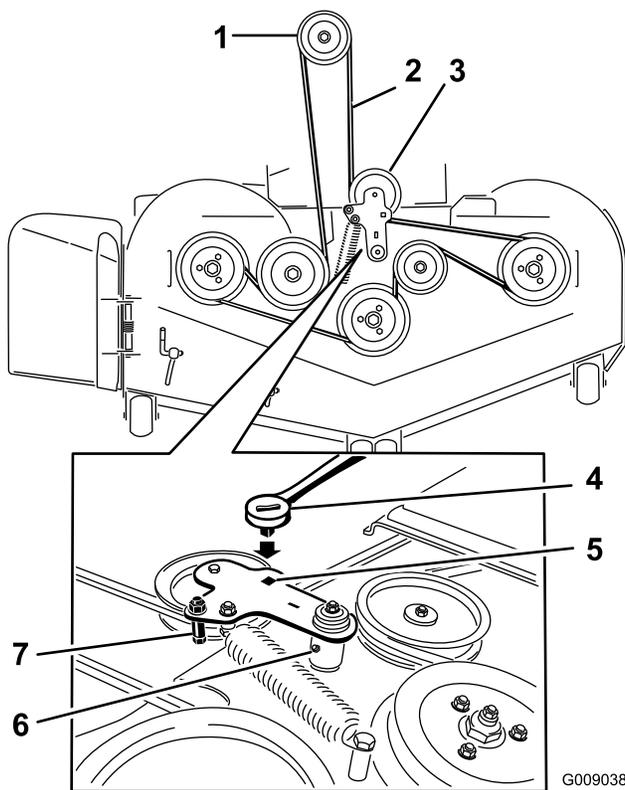
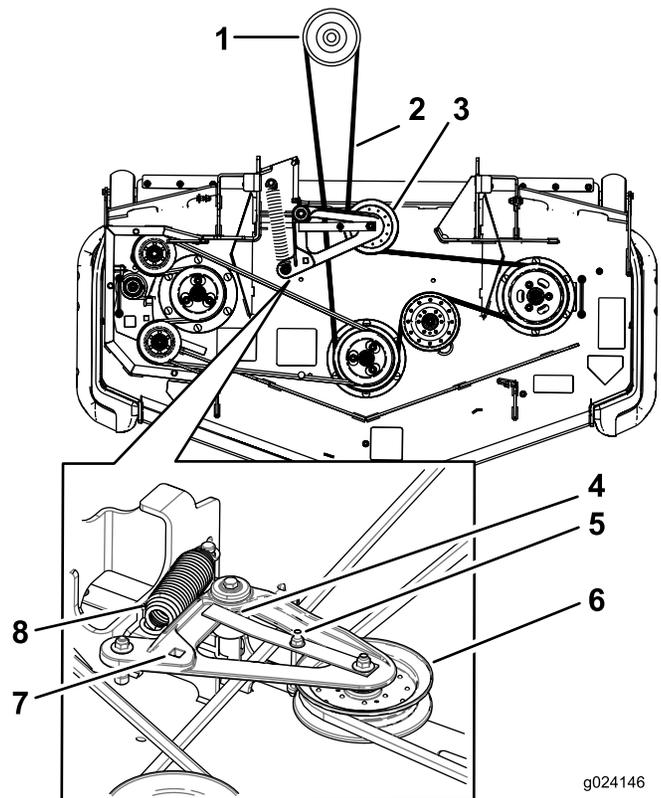

Рисунок 119
Рисунок 120
5. Поднимите панель пола и вставьте ключ с храповым механизмом в квадратное отверстие в натяжном ролике деки (Рисунок 119 или Рисунок 120).
6. Поверните натяжной ролик деки по часовой стрелке, поднимите за выступ направляющей ремня (только на машинах с задним выбросом) и снимите ремень газонокосилки (Рисунок 119 или Рисунок 120).